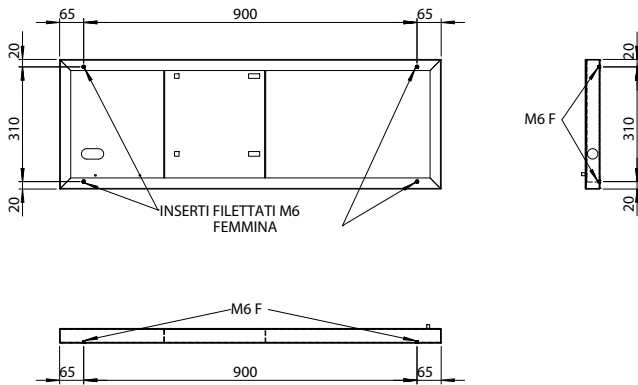

Fig. 1.h
- Armoire conforme à la législation antisismique selon les normes IEC60068-2-6, IEC60068-2-57, IEC60068-2-64, ISO2041. Pour respecter les normes citées ci-dessus, l'armoire doit être fixée au sol à l'aide de trous filetés spécifiques (filetage M6 femelle) comme indiqué sur la fig. 1.i